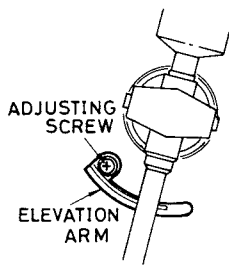

Fig. 2
2. Maintaining this state, rotate the adjusting screw (Fig. 2) so that distance between stylus tip and disk surface is about 6mm: turn the screw counterclockwise to raise the position of stylus tip, and clockwise to lower it.
2. Conserver l'ensemble des organes dans cette position, tourner la vis de réglage (Fig. 2) pour que l'écartement entre l'extrémité de la pointe de lecture et la surface du disque corresponde approximativement à 6mm; tourner la vis dans le sens horaire opposé pour relever la position de l'extrémité de la pointe de lecture et agir dans le sens horaire pour l'abaisser.